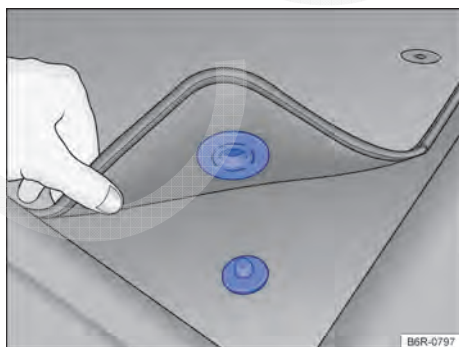

Fig. 13 Tapete dianteiro do lado do condutor com fixação no pino do carpete.
- ✓ Acomodar bem o tapete na área para os pés do lado do condutor de modo que ele não obstrua a área dos pedais. Dependendo da versão do veículo, o tapete dianteiro do lado do condutor pode ter fixação no pino do carpete. → Fig. 13.